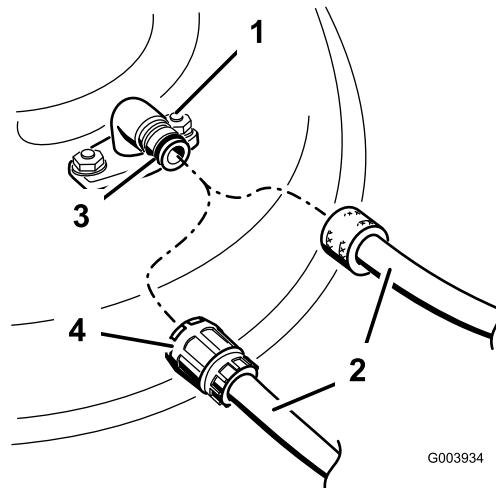

Рисунок 47
- Подсоедините шланг к штуцеру промывки и поверните регулятор подачи воды в положение большого расхода (Рисунок 47).